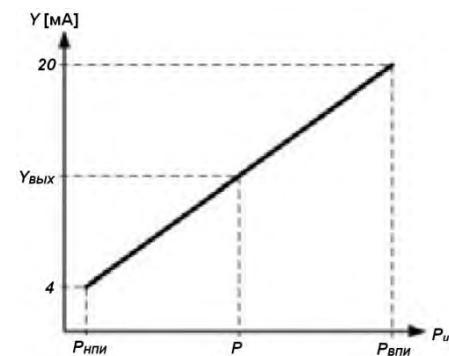

Рисунок 5. Характеристика изменения выходного сигнала тока ($I_{\text{вых}}$) от входного давления (P).
2.7. В процессе эксплуатации прибор обеспечивает линейно-возрастающую характеристику связи выходного сигнала с измеренным давлением (P) (рис. 5.). Определяется текущее значение выходного тока $I_{\text{вых}}$ [mA] из формулы: